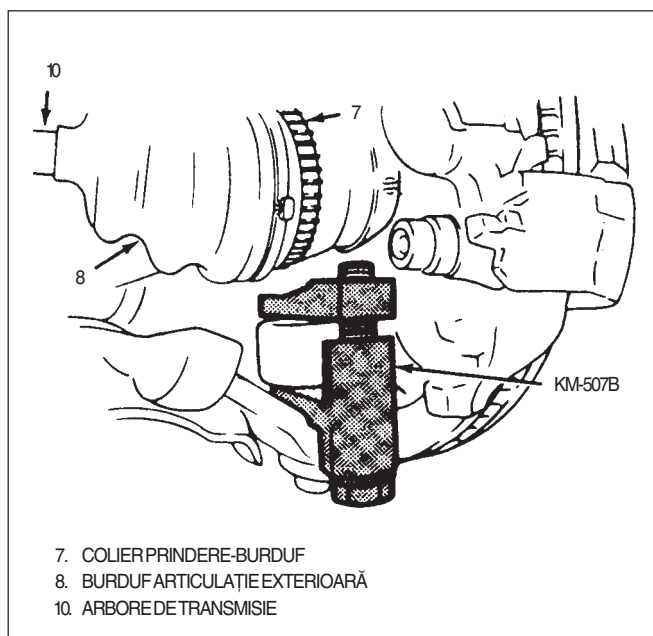

Fig. 38 Rotula din pivot
- 3) Se montează brațul inferior la jambă (fig. 38).